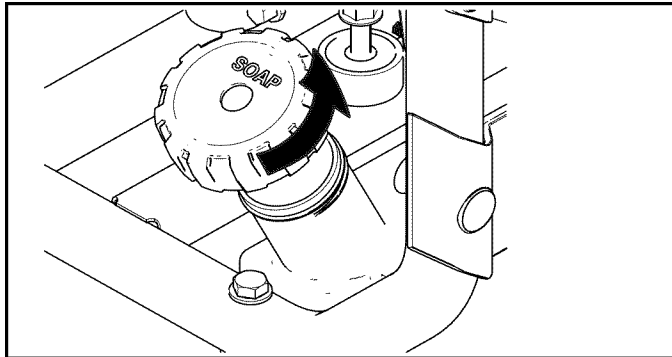

Figura 6-1. Tapa/manguera de sifón para sustancias químicas
3. Retire la tapa de llenado y la manguera de sifón de sustancias químicas (Figura 6-1).